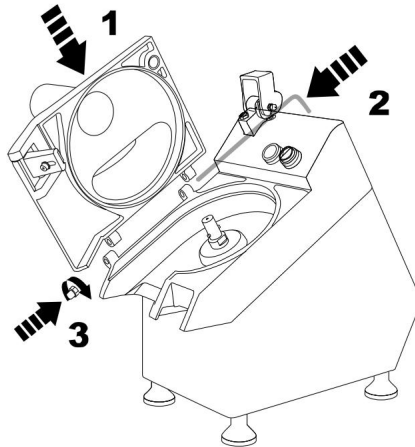

Fig.3
4.6.4 Nettoyez l'appareil, en particulier l'ensemble du disque. Utilisez uniquement un chiffon humide. un chiffon ou une éponge dans de l'eau tiède. Retirez soigneusement tous les restes de nourriture. Ouvrez le couvercle et desserrez la goupille 1 comme indiqué sur la fig. 3. Retirez le couvercle et lavez à l'eau courante tiède. Nettoyer les surfaces avec de l'eau savonneuse, de l'alcool, des détergents non abrasifs ou avec de l'eau sans chlore ou substances à base de soude (eau chlorée, acide chlorhydrique). Ne jamais utiliser abrasifs, laine d'acier ou produits similaires car ils peuvent endommager la surface, le revêtement ou le corps de l'appareil. Pour le nettoyage, utilisez des produits d'hygiène non toxiques produits.